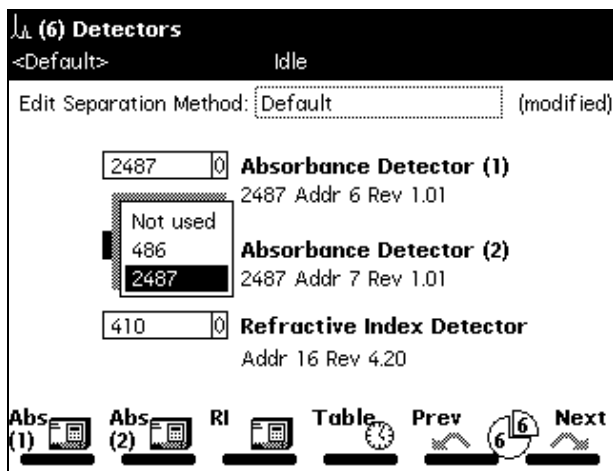

图 6-11 检测器选择示例
3. 使用向上 / 向下箭头以突出显示您的选择（图 6-11），然后按 **Enter** 以接受您的选择。表 6-11 描述了 Detectors（检测器）屏幕中的选择项。